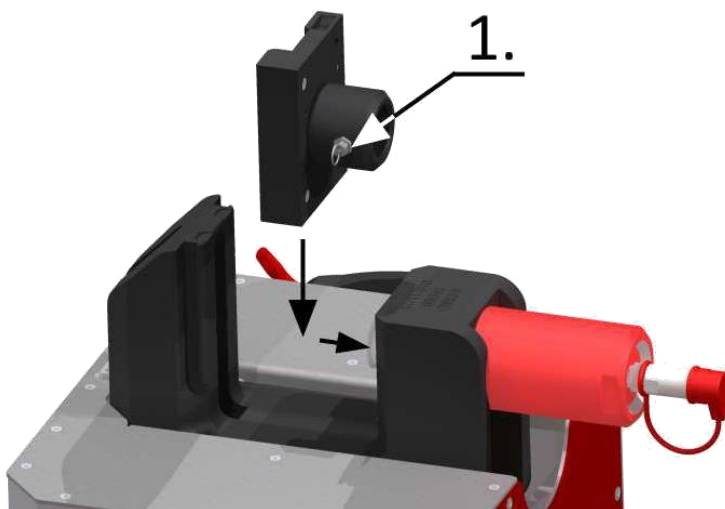

Abb. 16. Montage des Absetzeinsatzes.
2. Den ersten Einsatz (Abb. 16 Pos. 1) vorläufig auf den Kolben aufchieben, der Führungsbolzen muss in die Vertiefung an der Kolbenstange treffen.
4. Den Sicherungsbolzen (Abb. 16 Pos. 1) des Einsatzes abziehen und auf den Kolben aufchieben, bis der Bolzen vollständig angeschlossen ist. Nach dem Vorgang sicherstellen, dass der Einsatz sicher befestigt ist.